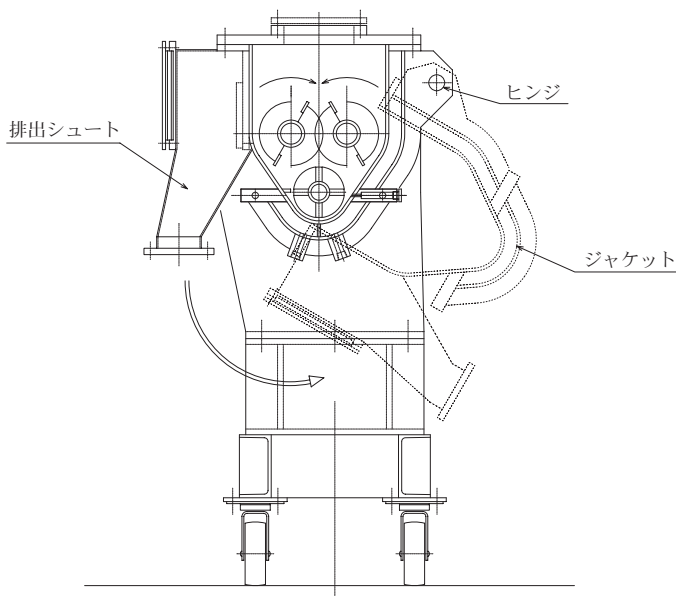

図3 ジャケット部(清掃容易化対応)
- 3) 点検・掃除が容易な構造(ケーシング部ヒンジタイプ)(図3)。